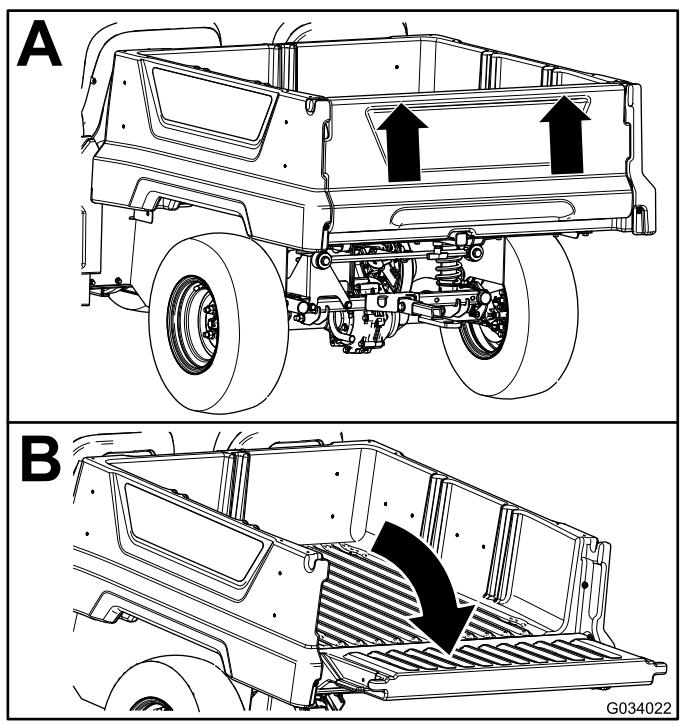

Figure 15
- Utilisez les deux mains pour soulever le hayon en le prenant par le bord supérieur (Figure 15).
- Abaissez le hayon jusqu'à ce qu'il soit au niveau du fond du plateau de chargement (Figure 15).